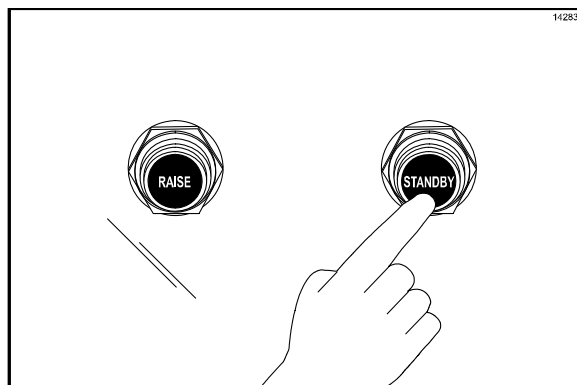

Figura 53
20. Pressione o botão STANDBY preto para baixar o platen do meio. (Veja a Figura 53.)